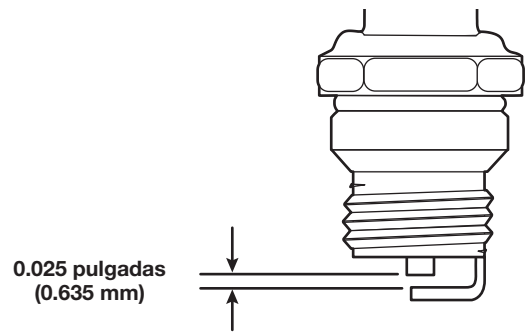

Fig. 46
7. Use un calibre de hoja para ajustar abertura de la bujía a **0.025 pulgadas (0.635 mm)** (Fig. 46).